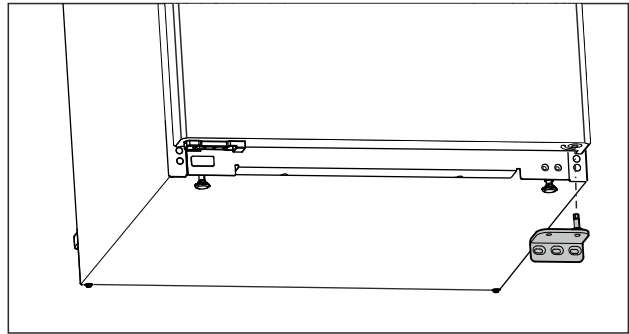

Fig. 14
- Lagerbock nach unten abnehmen. (siehe Fig. 14)